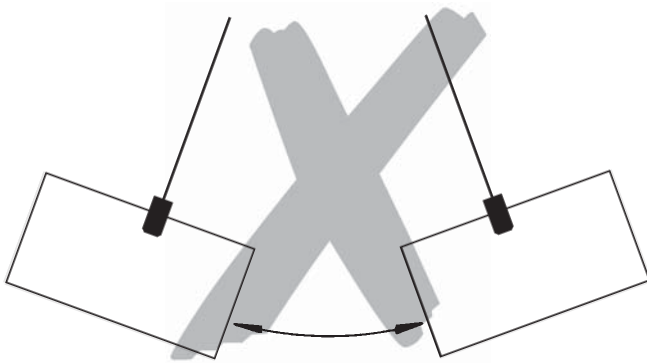

Fig. 1
- Beim Transport der Last ist eine Pendelbewegung (Fig. 1) und das Anstoßen an Hindernisse zu vermeiden.